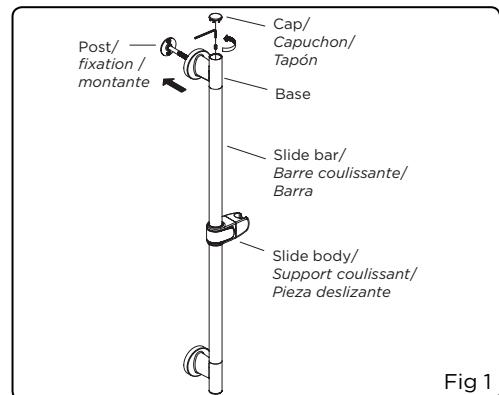

Fig 1
1. Remove cap. Using hex wrench (supplied), loosen set screw and remove post from slide bar base (Fig 1).
1. Enlever le capuchon. À l'aide de la clé hexagonale (fournie), desserrer la vis de pression et retirer la fixation de la base de la barre (fig. 1).